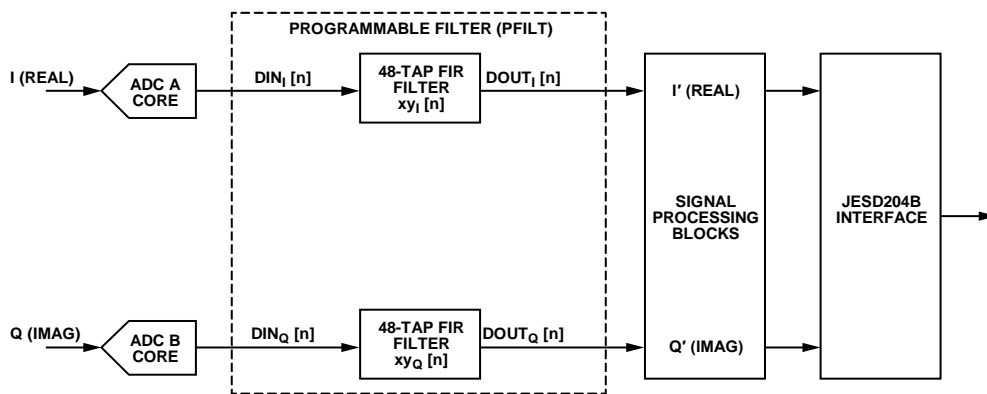

図 79. 48 タップ実数フィルタ構成
- 各 I/Q チャンネル用の 48 タップ実数フィルタ (図 79 参照)